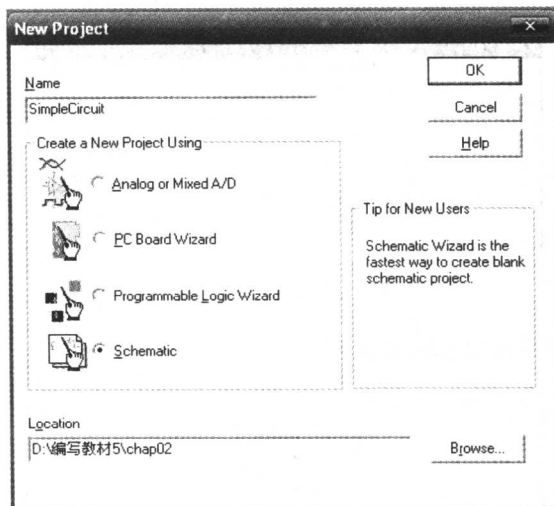
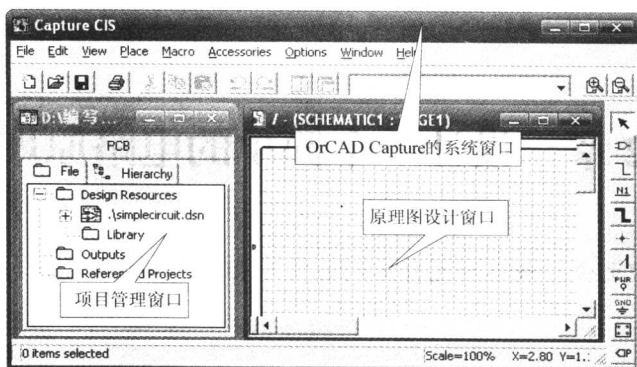
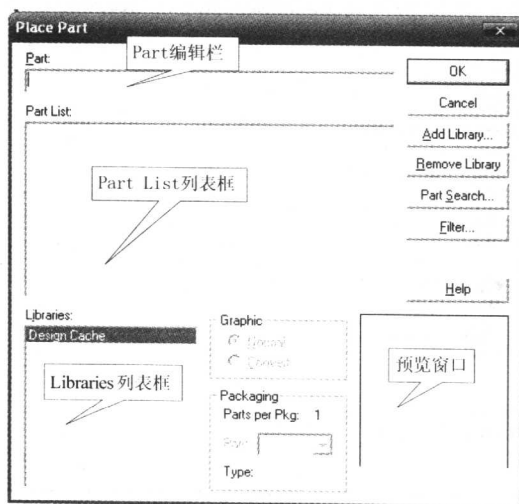

图 2-1 新建项目对话框
图 2-2 新建的项目
图 2-3 Place Part 对话框
2) 在 OrCAD Capture 系统中执行 File→New→Project 菜单命令，调出图 2-1 所示的新建项目对话框。
3) 在新建项目对话框的 Name 编辑栏中输入 SimpleCircuit，选中 Schematic 单选按钮，单击 Browse 按钮，选择新建项目的存放位置（图 2-1 所示的存放位置是 D:\编写教材5\chap02），最后单击 OK 按钮关闭图 2-1 所示的对话框。
关闭图 2-1 所示的对话框后，立即在 OrCAD Capture 的系统窗口中显示 SimpleCircuit 的项目管理窗口和原理图设计窗口，并且原理图设计窗口是当前窗口，名称默认为 PAGE1，如图 2-2 所示。
原理图设计窗口可以是图 2-2 所示的线状栅格，也可以是点状栅格，初学者开始可以不关注这些。
从图 2-2 所示的项目管理窗口中可以看出，设计项目的名称不区分大小写。
4) 在图 2-2 所示的原理图设计窗口中，单击鼠标左键，使原理图设计窗口为当前窗口。
5) 在输入法为英文输入的情况下，按 P 键，或者执行 Place→Part 菜单命令，或者点击图 2-2 所示窗口右边的  $\oplus$  按钮，都会调出图 2-3 所示的 Place Part 对话框。
如果是安装 OrCAD 之后第一次打开 OrCAD Capture，那么在图 2-3 所示的 Place Part 对话框中，Libraries 列表框中除了 Design Cache（设计缓存）外，没有显示任何库文件，所以用户需要添加系统自带的库文件或者用户自己设计的库文件。